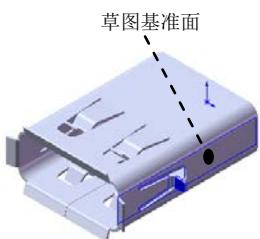
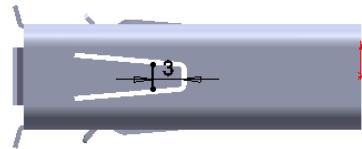

图 10.72 绘制的折弯 13
图 10.74 横断面草图
Step23. 创建图 10.72 所示的钣金特征——绘制的折弯 13。
(1) 选择下拉菜单 **插入(I)** → **钣金(H)** →  **绘制的折弯(S)...** 命令。
(2) 定义横断面草图。选取图 10.72 所示的模型表面为草图基准面，绘制图 10.74 所示的横断面草图。